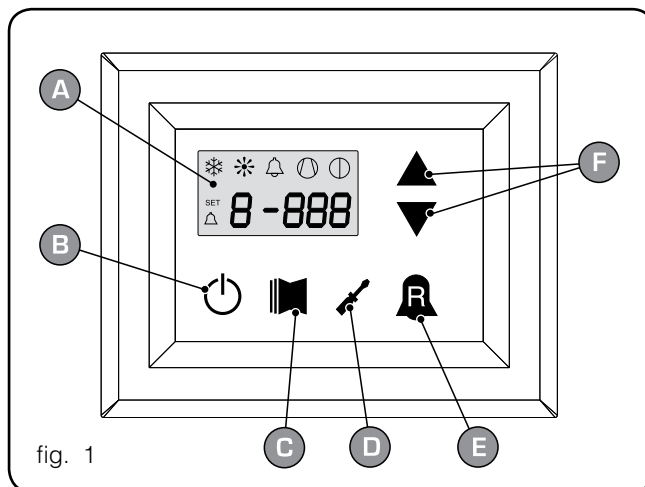

fig. 1
• **Menú LECTURAS (tecla (C) Fig.1)**
• **Menú SET (tecla (D) Fig.1)**
• **Histórico de alarmas(tecla (E) Fig.1)**
### Interfaz usuario (Fig.1)